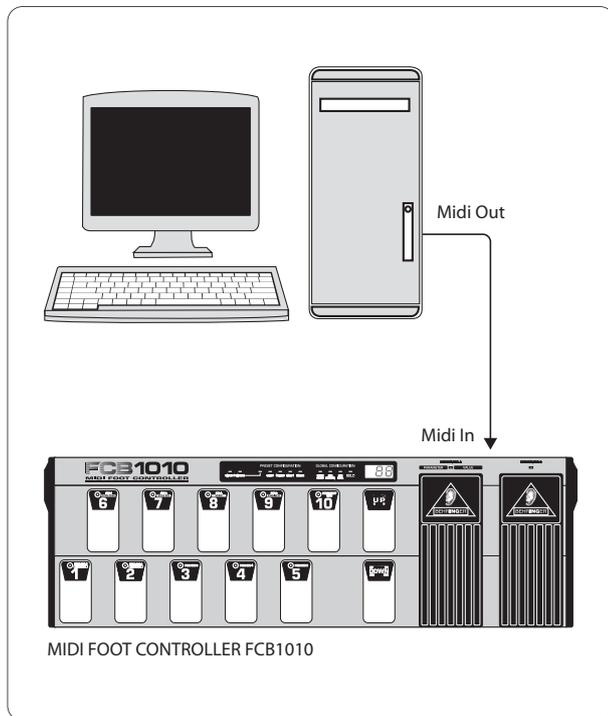

Abb. 2.6.: Empfangen eines SysEx-Dumps
- Verbinden Sie den MIDI OUT Ihres Sequencers/Computers mit dem MIDI IN des FCB1010 (siehe Abb. 2.6).